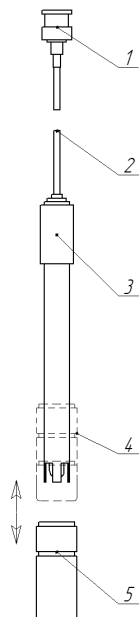

Рисунок 1 – Схема электрода pH
- 1) Необходимо убедиться в отсутствии механических повреждений электрода (рис. 1 поз. 3) и соединительного кабеля (рис. 1 поз. 2).
- 2) Перед началом измерений электрод необходимо подключить к датчику через BNC разъем (рис. 1 поз 1) и снять защитный колпачок (на рис. 1 поз 5 – пунктиром показано положение защитного колпачка при транспортировке и хранении).